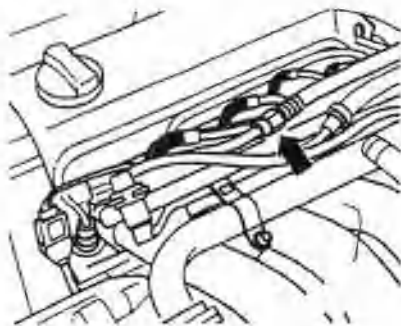
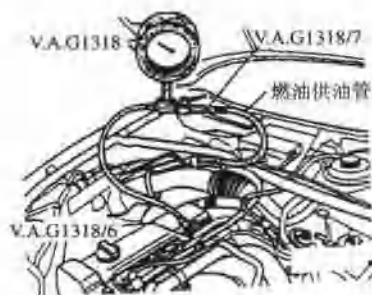
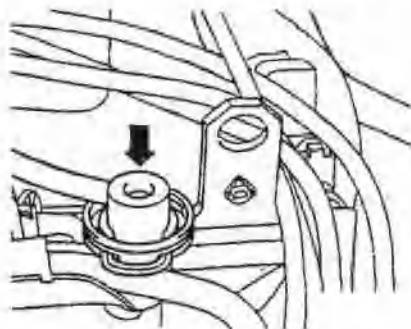

图 2.16 松开压力调节器管接头
图 2.17 将压力测试仪连接在供油管和分配管上
图 2.18 拔下燃油压力调节器的真空管
① 如图 2.16 中箭头所示,松开管接头,并用抹布将溢出的燃油吸去。如图 2.17 所示,用适配器 V.A.G1318/6 和 V.A.G1318/7 将压力测试仪 V.A.G1318 连接在燃油供油管和分配管上。
② 打开压力测试仪的截止阀,手柄指向燃油流动方向。启动发动机并以怠速运转,燃油压力允许值为 350kPa。
③ 如果燃油压力达到允许值,继续进行检查。如图 2.18 中箭头所示,拔下燃油压力调节器的真空管,燃油压力至少应升高到 400kPa 左右,关闭点火开关。检查燃油压力调节器的密封性和保持压力,观察压力表的压力值,在 10min 后,必须大于 200kPa。